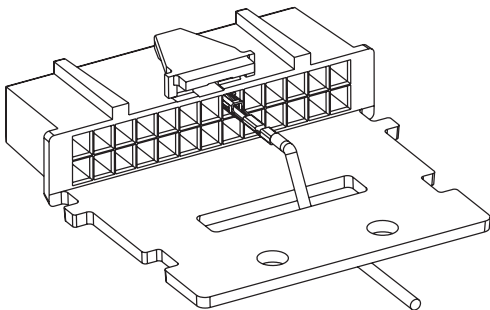

Figura 1a. Protector del cable
6. Dirija los cables a través del conector accesorio como se muestra en la figura 1a o para aplicaciones con varios accesorios conectados al transceptor móvil, dirija los cables como se